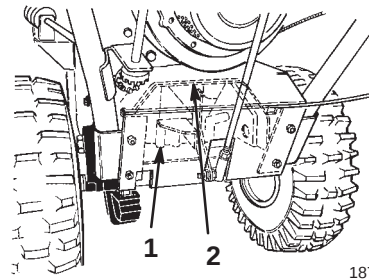

Bild 35
9. Lösen Sie die vier Bundbolzen (zwei auf jeder Seite), mit denen der Getrieberahmen am Motorrahmen befestigt ist (Bild 35 und 36).